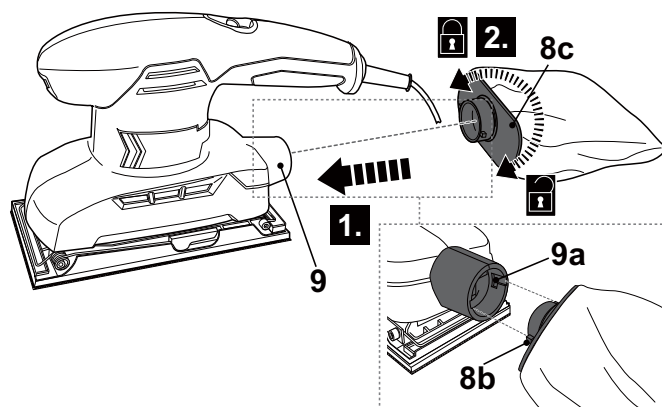

Fig. 9
- > Alinhe as linguetas (8b) com as ranhuras (9a) e insira o conector do saco de recolha (8c) na saída de extração de pó (9) até ao fundo (Fig. 9 passo 1).
- > Rode o conector (8c) para a direita para fixá-lo na posição (Fig. 9, passo 2).
- > Rode o conector (8c) para a esquerda e retire o conjunto do saco de recolha (8).